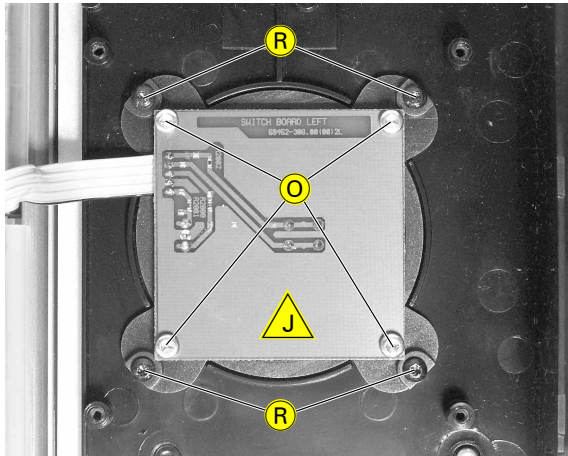

Fig. 7
- 4 Schrauben  $\textcircled{O}$  herausschrauben und Tastenplatte herausnehmen (Fig. 7).
- 4 Schrauben  $\textcircled{R}$  herausschrauben und Tasten herausnehmen (Fig. 7).
- Undo 4 screws  $\textcircled{O}$  and remove the Switch Board (Fig. 7).
- Undo 4 screws  $\textcircled{R}$  and remove the buttons (Fig. 7).